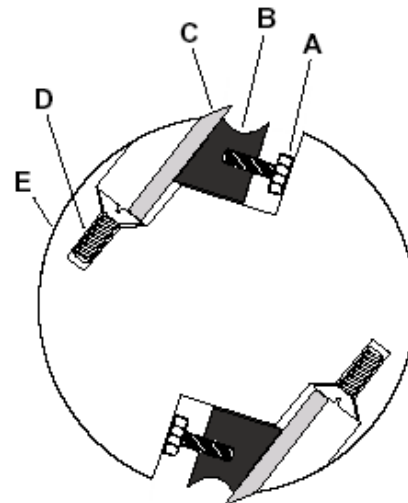

**Fig 20**
Die Einstellung der Hobelmesser erfolgt mit am Abgabetisch (F2, Fig 20) aufgelegter Messerlehre (J).